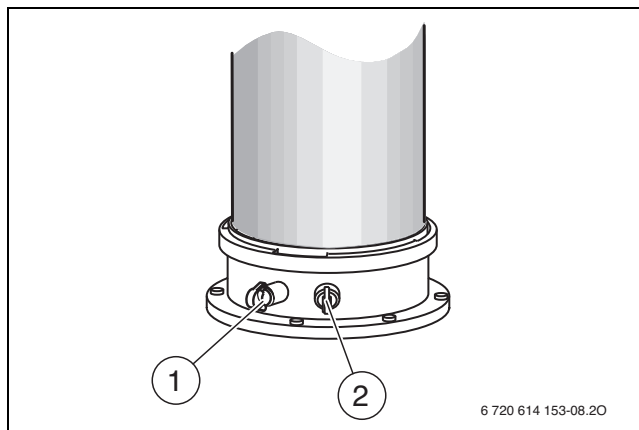

Fig. 105 Orificiul de măsurare a gazelor arse și orificiul de măsurare a aerului de ardere
- Îndepărtați dopul de la orificiul de măsurare a aerului de ardere (→ Fig. 105, [2]).
- Îndepărtați dopurile de la ștuțul de măsurare a gazelor arse (→ Fig. 105, [1]).